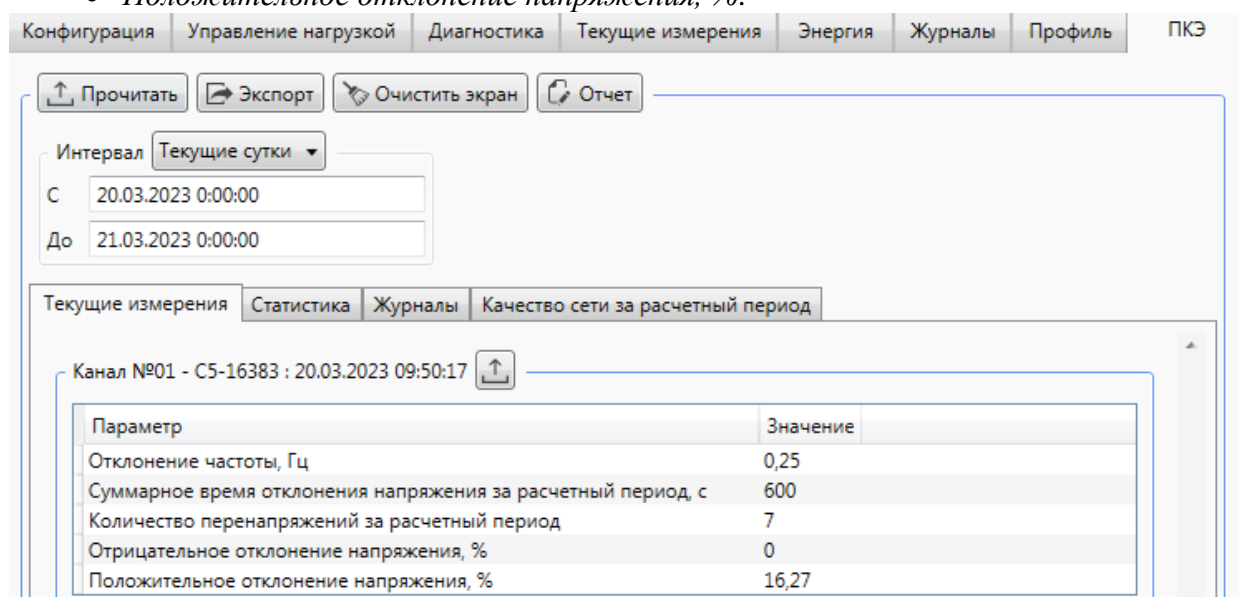

Рисунок 9.49 – Просмотр данных текущих измерений ПКЭ
9.6.6.2 Для просмотра данных текущих измерений необходимо перейти на вкладку ПКЭ области параметров программы КОНФИГУРАТОР, затем на вкладку *Текущие измерения*. Нажать кнопку *Прочитать* (рисунок 9.49).